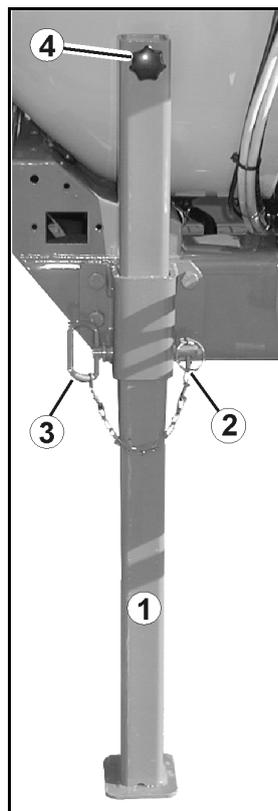

Рис. 40
1. Ослабьте пружинный фиксатор (Рис. 40/2).
### Опора сдвижная (Рис. 40/1):
2. Вытяните палец (Рис. 40/3).
3. Поднимите/опустите опору за ручку (Рис. 40/4).